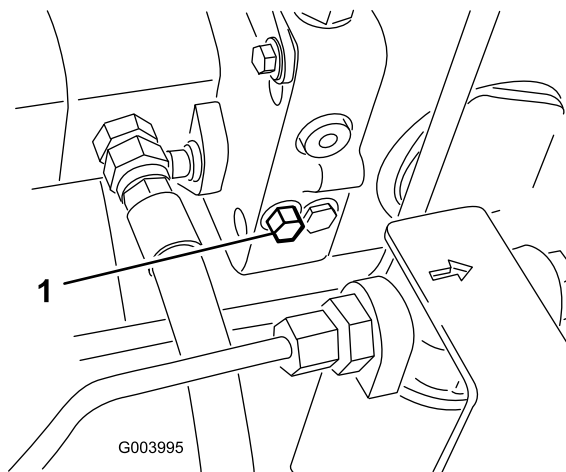

Figure 42
1. La vanne de dérivation est située du côté gauche de l'hydrostat (Figure 42). Tournez le boulon une fois et demie pour ouvrir la vanne et permettre la dérivation interne de l'huile. Il est alors possible de déplacer la machine lentement sans endommager la transmission.